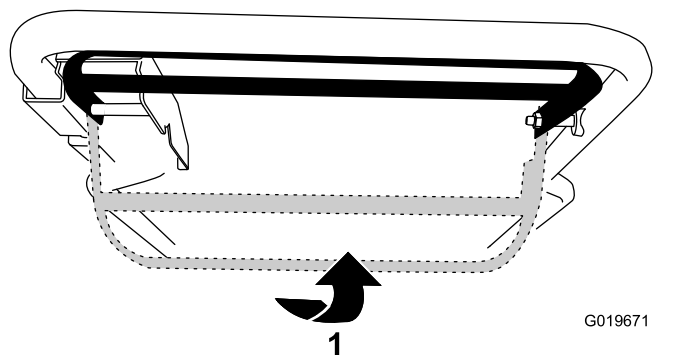

Figura 18
- **Para activar la autopropulsión sin activar la cuchilla:** Levante la barra de control de la cuchilla hasta el manillar (Figura 18).